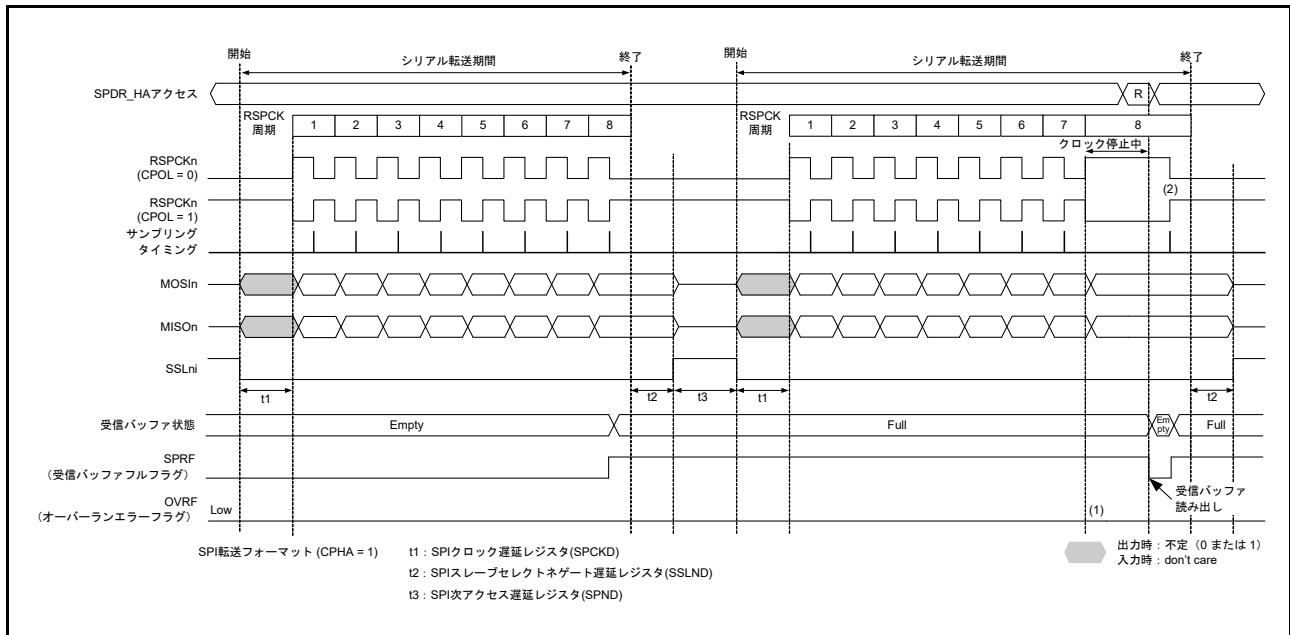
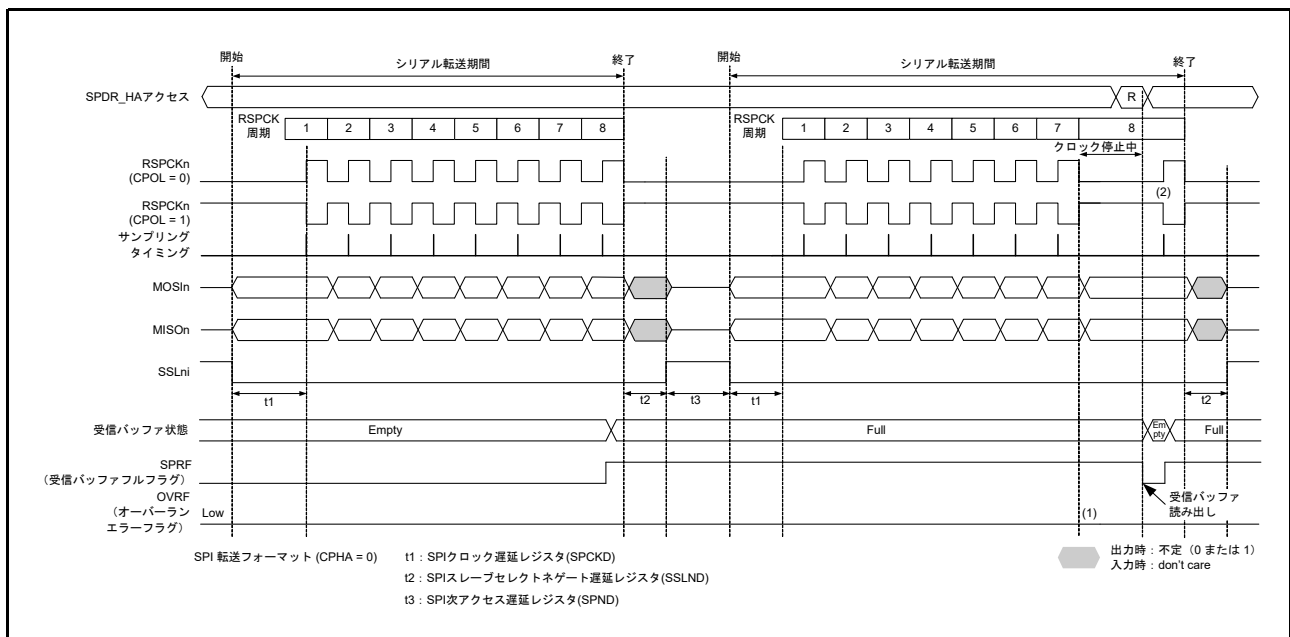

図 34.29 マスタモードの受信バッファフル状態でシリアル転送が継続するときのクロック停止波形 (CPHA = 1)
図 34.30 マスタモードの受信バッファフル状態でシリアル転送が継続するときのクロック停止波形 (CPHA = 0)
マスタモードで RSPCK 自動停止機能を有効にした場合は、オーバーランエラーが発生しません。図 34.29、図 34.30 にマスタモードの受信バッファフル状態でシリアル転送が継続するときのクロック停止波形を示します。
以下に、図 34.29 および図 34.30 の (1)、(2) に示したタイミングでのフラグ動作を説明します。